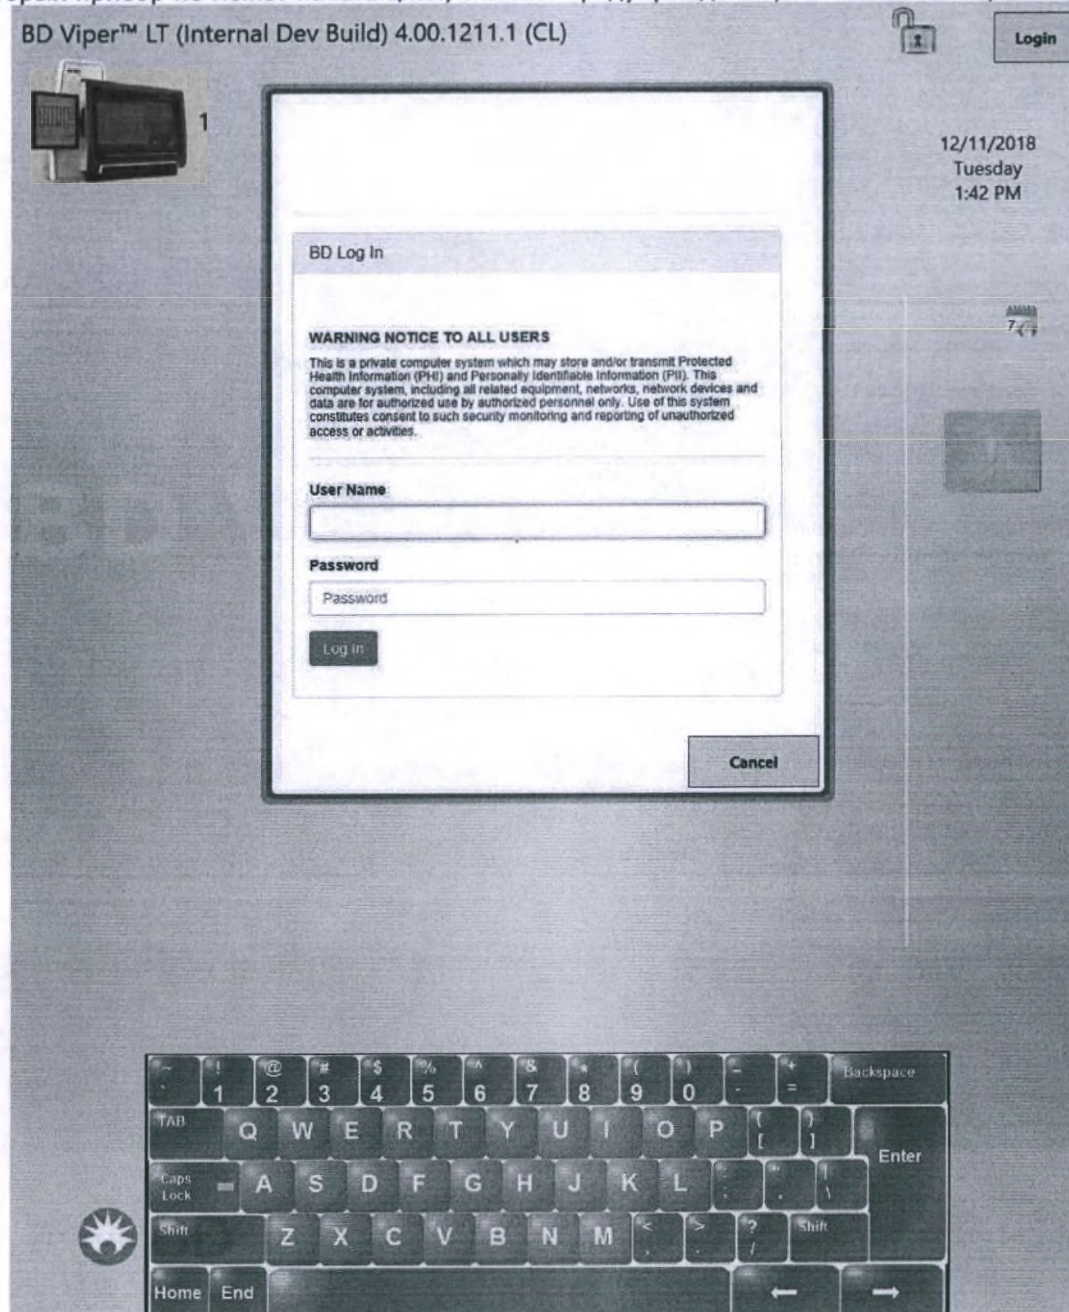

Рис. 1-3 — Экран входа
- **Экран входа** (рис. 1-3). Запрашивает у пользователя ввод имени пользователя и пароля для доступа к интерфейсу прибора. Каждому пользователю назначается роль, которая наделяет этого пользователя определенными правами.